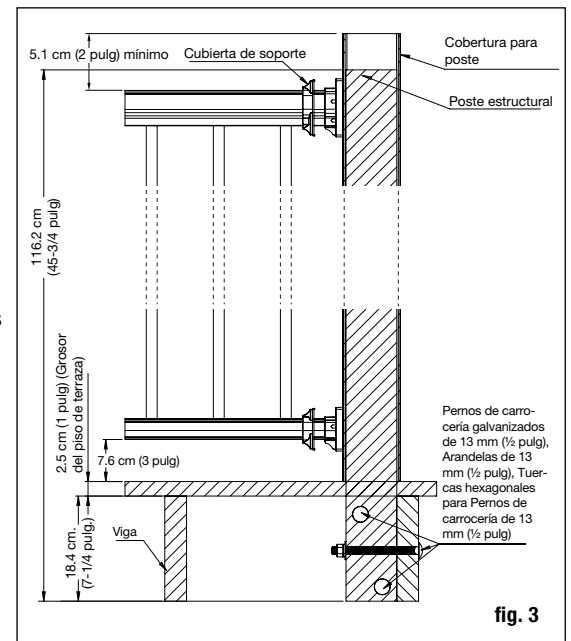

fig. 3
Paso 2 Instale los postes de barandal antes de instalar las tablas del piso de la terraza. Postes de barandal de cedro o pino tratado a presión de 10.2 x 10.2 cm (4 x 4 pulg) o monturas de poste estructural (artículo n.º 215036, de venta por separado) ofrecen la fuerza para el barandal. Nota: deben usarse monturas de poste estructural para la instalación en concreto. La longitud de cada poste se determina por el total del ancho de la viga (generalmente 18.4 cm (7-1/4 pulg.)) + el grosor de la terraza (2.5 cm (1 pulg.)) + la altura del barandal (91.4 cm (36 pulg.)) + el espacio para el tope del poste (5.1 cm (2 pulg.)) = 117.4 cm (46-1/4 pulg.). **Importante: No haga muescas en los postes de barandal de 10.2 x 10.2 cm (4x4 pulg.). Las muescas reducirán la fuerza del poste y podrían causar el colapso o falla del barandal (fig. 3).**
Paso 3 Posicione, alinee verticalmente con un nivel, y sujete con abrazaderas el poste de barandal a la cara interior de la viga. Vuelva a alinear verticalmente. El poste de barandal de 10.2 x 10.2 cm (4x4 pulg.) debe sujetarse con pernos al interior de las vigas usando dos pernos de carrocería galvanizados de 1.2 cm (1/2 pulg.), arandelas y tuercas. Los postes en esquinas utilizan un tercer perno de carrocería insertado a través de la viga adyacente, arandela y perno (fig. 3).
Paso 5 Recorte las cubiertas de postes de 10.2 x 10.2 cm (4x4 pulg.) a la longitud adecuada. Las cubiertas para poste deben ser al menos 5.1 cm (2 pulg) más largas que la altura del barandal (fig. 3). Ejemplo: para un barandal de 91.4 cm (36 pulg.) de altura, recorte la cobertura del poste a un mínimo de 96.5 cm (38 pulg.), o puede dejarse más larga si se desea.
Importante: No haga muescas en los postes de barandal de 10.2 x 10.2 cm (4x4 pulg.). Las muescas reducirán la fuerza del poste y podrían causar el colapso o falla del barandal (fig. 3).